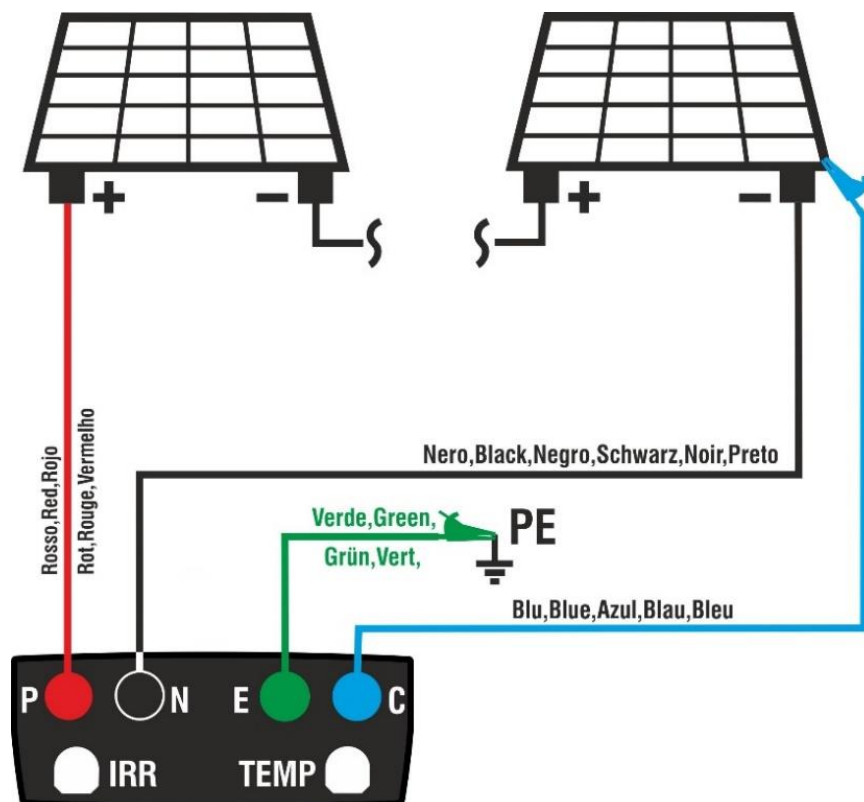

Fig. 11: Conexión para la prueba IVCK sin unidad remota y sin medida de irradiación
6. Conecte el instrumento al módulo/string en pruebas y eventualmente al nodo principal de tierra de la instalación y a las masas metálicas puestas a tierra como se muestra en Fig. 11. En particular, conecte el polo Negativo de salida del módulo/string al terminal N y el polo Positivo de salida del módulo/string al terminal P